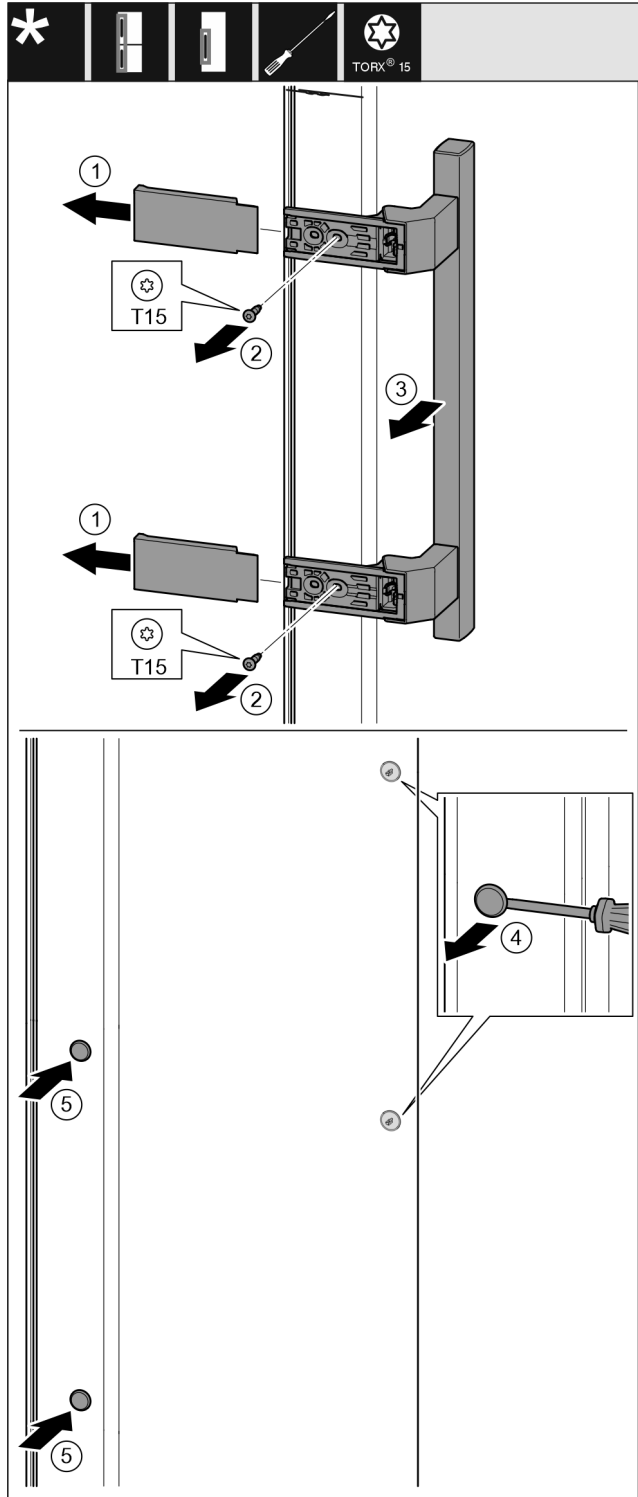

Fig. 19
- ▶ Húzza le a fedelet. Fig. 19 (1)
- ▶ Csavarja ki a csavarokat a T15 csavarhúzóval. Fig. 19 (2)
- ▶ Vegye le a fogantyút. Fig. 19 (3)
- ▶ Óvatosan emelje meg az oldalsó dugókat lapos csavarhúzóval, és húzza ki őket. Fig. 19 (4)
- ▶ Tegye vissza a dugókat a másik oldalra. Fig. 19 (5)